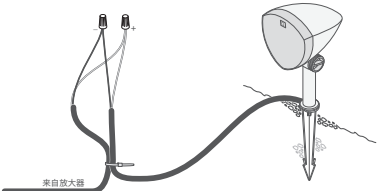

图 6
2. 从离放大器最近的扬声器开始, 根据下表剥去相应放大器通道的埋地线切割端 3/4英寸 (约1.9厘米) 的绝缘层, 然后剥去相应扬声器尾纤末端的绝缘层 (见图 6)。
3. 用扎带将直埋电缆连接到扬声器尾纤 (见图 6)。